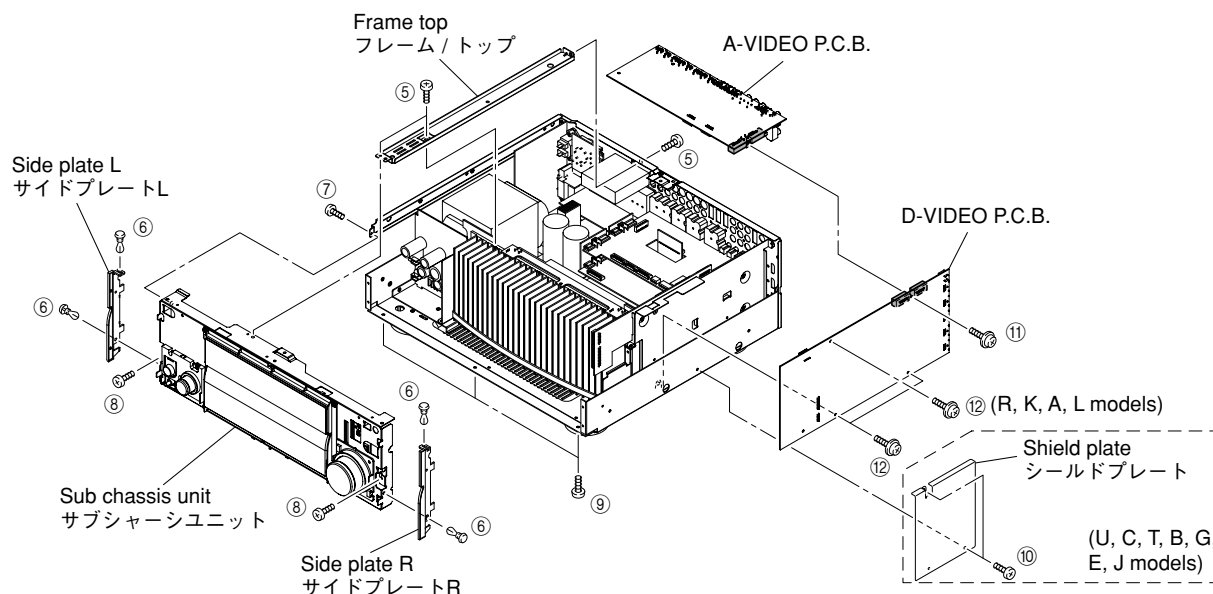

Fig. 2
- a. Remove 3 screws (⑤) and then remove the frame top. (Fig. 2)
- b. Remove 4 push rivets (⑥) and then remove the side plates L/R. (Fig. 2)
- c. Remove 1 screw (⑦), 2 screws (⑧) and 3 screws (⑨). (Fig. 2)
- e. Remove the sub chassis unit forward. (Fig. 2)
- a. ⑤のネジ3本を外し、フレーム/トップを取り外します。(Fig. 2)
- b. ⑥のプッシュリベット4本を外し、サイドプレートL/Rを取り外します。(Fig. 2)
- c. ⑦のネジ1本、⑧のネジ2本、⑨のネジ3本を外します。(Fig. 2)
- e. サブシャーシユニットを前方に取り外します。(Fig. 2)
- Remove 2 screws (⑩) and then remove the shield plate (U, C, T, B, G, E models). (Fig. 2)
- Remove 1 screw (⑪) and 2 (U, C, T, B, G, E models) / 3 (R, K, A, L models) screws (⑫). (Fig. 2)
- Remove the D-VIDEO P.C.B. which is connected directly to the A-VIDEO P.C.B. with connectors. (Fig. 2)
- Remove the A-VIDEO P.C.B.. (Fig. 2)
- ⑩のネジ2本を外し、シールドプレートを取り外します。(Fig. 2)
- ⑪のネジ1本、⑫のネジ2本を外します。(Fig. 2)
- D-VIDEO P.C.B.を取り外します。ただし、D-VIDEO P.C.B.は、A-VIDEO P.C.B.と直接コネクター接続されています。(Fig. 2)
- A-VIDEO P.C.B.を取り外します。(Fig. 2)